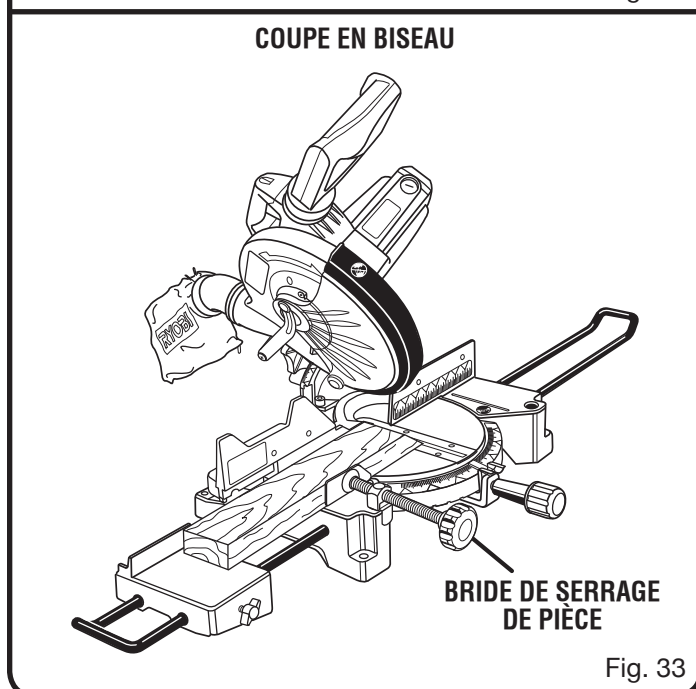

Fig. 33
- Saisir fermement la pièce d'une main et la caler contre le guide. Dans la mesure du possible, utiliser la bride de serrage optionnelle ou un serre-joint pour maintenir la pièce. Voir la figure 33.